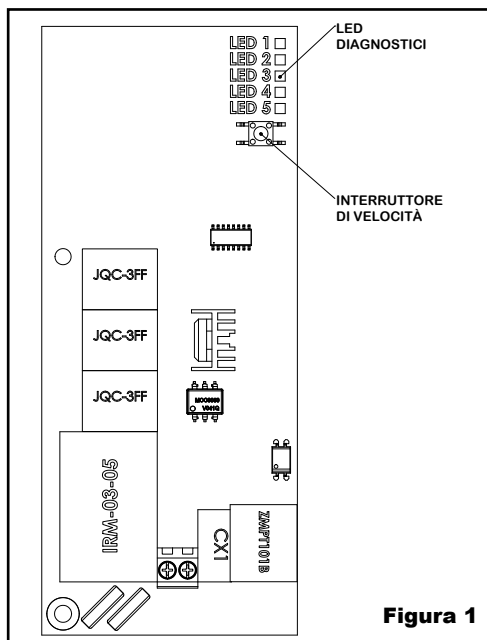

Figura 1
In questi modelli la velocità della ventola può essere regolata su tre livelli, alto, media e basso. L'interruttore si trova sulla scheda all'interno dell'unità, come mostrato nella Figura 1 in basso.
3. Individuare l'interruttore sulla scheda all'interno dell'asciugamani come mostrato in Figura 1 in basso, e selezionare la velocità desiderata. (Nota: A media o bassa velocità, il LED 3 si illumina sul circuito stampato.) Premere e rilasciare l'interruttore di velocità per alternare tra Hi, Med e Low. Rimontare la copertura dell'asciugamani avvalendosi della chiave esagonale di sicurezza in dotazione per girare le viti di montaggio **in senso antiorario** e serrare fin quando risultano sicure. Non serrare in eccedenza.
La scheda include una serie di LED che indicano lo stato dell'asciugamani. Se si contatta il servizio di assistenza tecnica di World Dryer, potrebbe essere necessario rimuovere la copertura dell'asciugamani per fornire lo stato dei LED, utile per risolvere i problemi. Per la posizione dei LED sulla scheda, vedere la Figura 1. Per una spiegazione della funzione dei LED, vedere la Tabella 4.